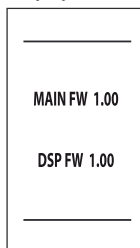

fig. 7 - Włączanie / wersja oprogramowania
- Przez pierwsze 5 sekund wyświetlacz pokazuje wersję oprogramowania płytki obwodów drukowanych oraz wyświetlacza (fig. 7 - Włączanie / wersja oprogramowania).